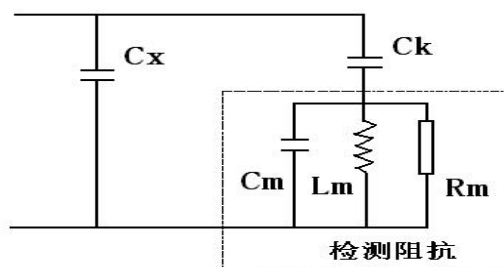

图 4.8 RLC 型输入单位的检测回路及等效电路示意图（并联法）
1) 如图 4-8 所示为 RLC 型输入单位的检测回路及等效电路，其中  $C_x$  为试品电容， $C_k$  为耦合电容。当产生一次局部放电时，试品  $C_x$  两端产生一个瞬时电压变化  $\Delta u$ ，此时若经过  $C_k$  耦合到输入单元上，回路就会产生一脉冲电流  $I$ ，局放仪将脉冲电流经输入单元产生的脉冲电压信息，予以检测、放大和显示等处理，就可以测定局部放电的一些基本参量（主要是放电量  $q$ ）。